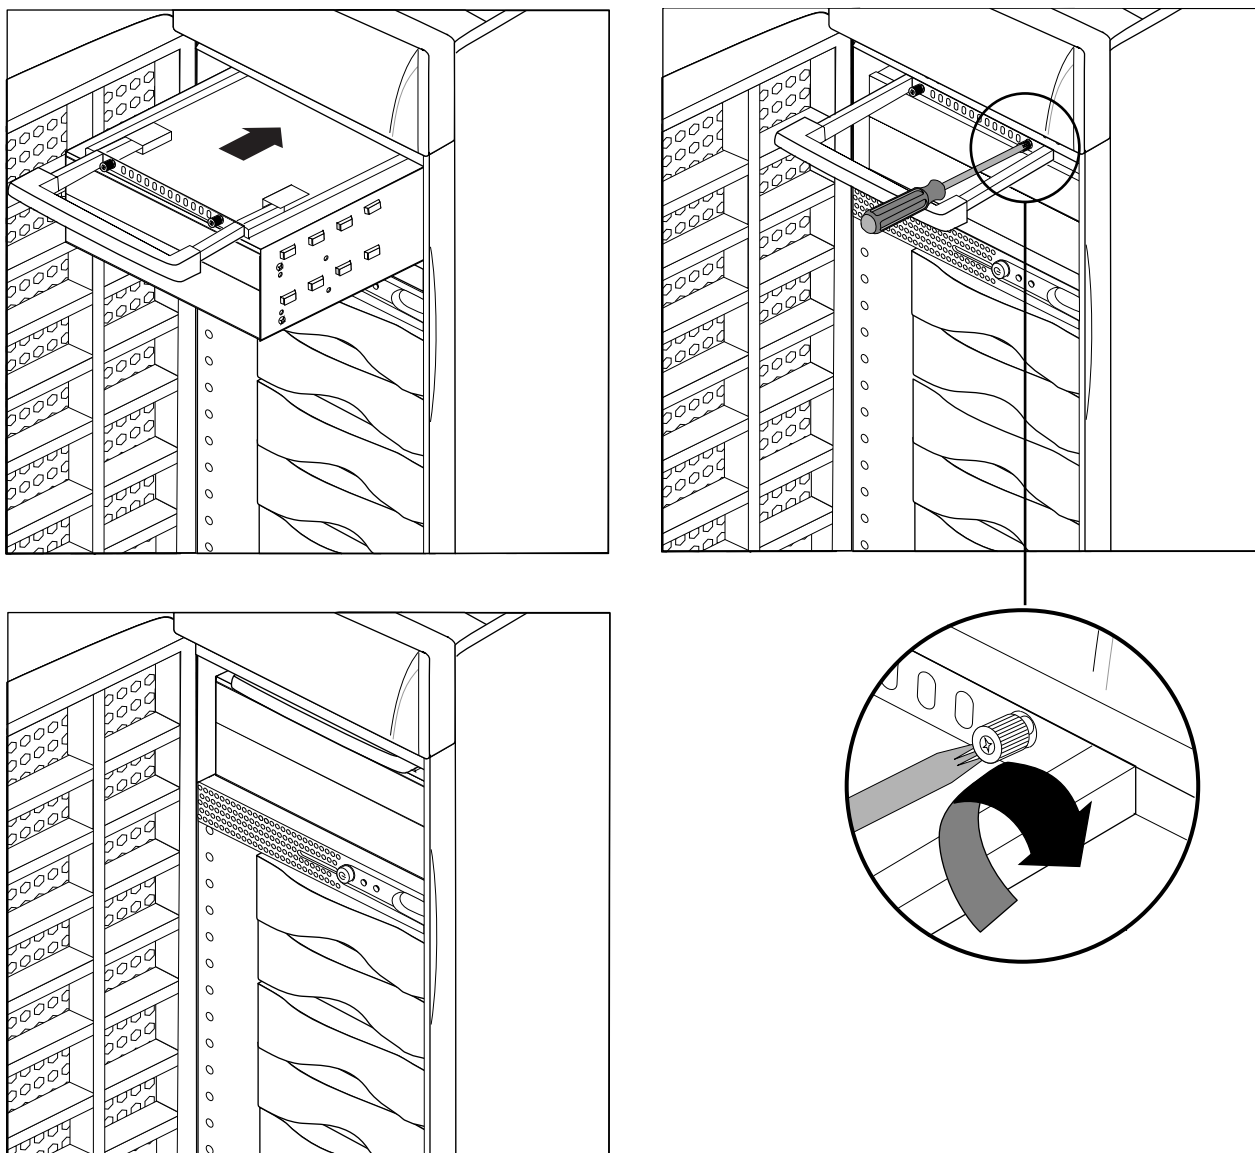

Figure 7-6 Remise en place du tiroir de périphérique 5,25 pouces
6. Faites glisser le tiroir dans le système et fixez-le à l'aide des deux vis imperdables (voir Figure 7-6).